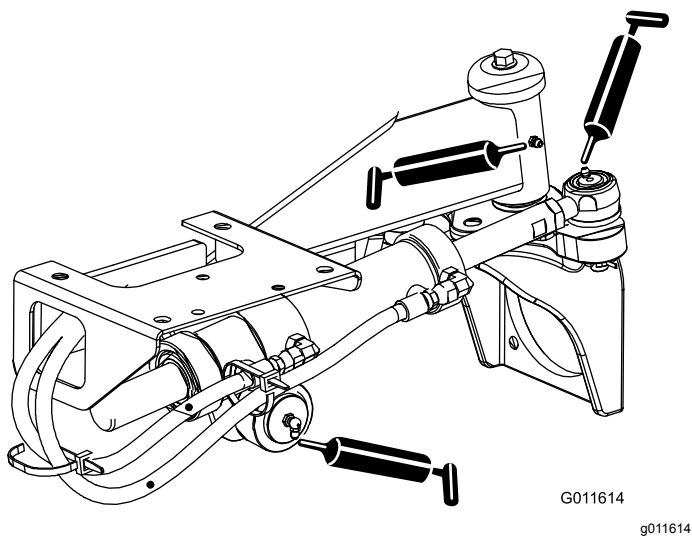

Figure 64
- Rotules de vérin de direction (2) et essieu arrière (1) – Figure 64